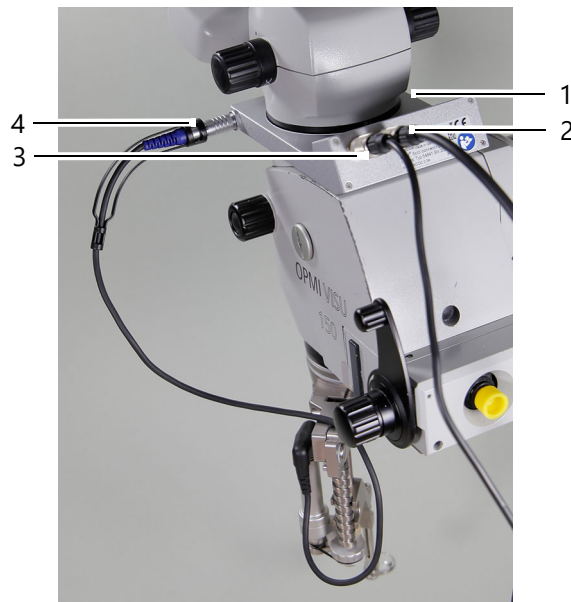

Fig. 4-2: Connessione BIOM[®] Connecting Spacer
- Dopo aver inserito i connettori nelle prese (→ Fig. 4-2 (pagina 17), n. 2 e 3), fissarli serrando il raccordo filettato (albero zigrinato).